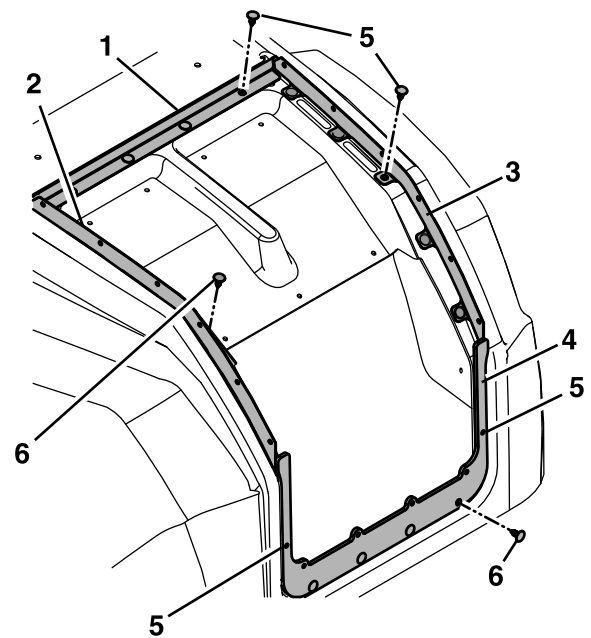

Figure 4
3. L'ancien style de capot doit être installé sur les supports gauche, droit et avant et la plaque arrière. Fixez les supports sur le capot à l'aide des chevilles en plastique, comme montré à la Figure 4. Avec un foret de 1/4 pouce, percez deux trous dans le capot existant, comme montré à la Figure 4; installez les chevilles en plastique.